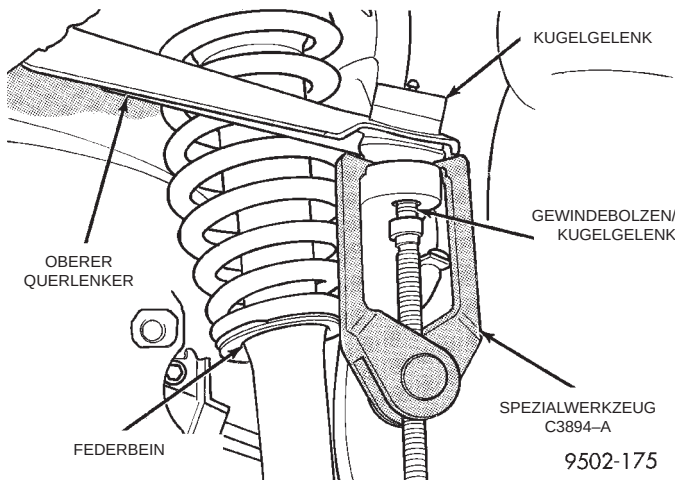

Abb. 51 Gewindebolzen des Kugelgelenks aus dem Achsschenkel ausbauen
(17) Gewindebolzen des oberen Kugelgelenks mit Abzieher, Spezialwerkzeug C-3894-A, aus dem Achsschenkel herausziehen (Abb. 51).